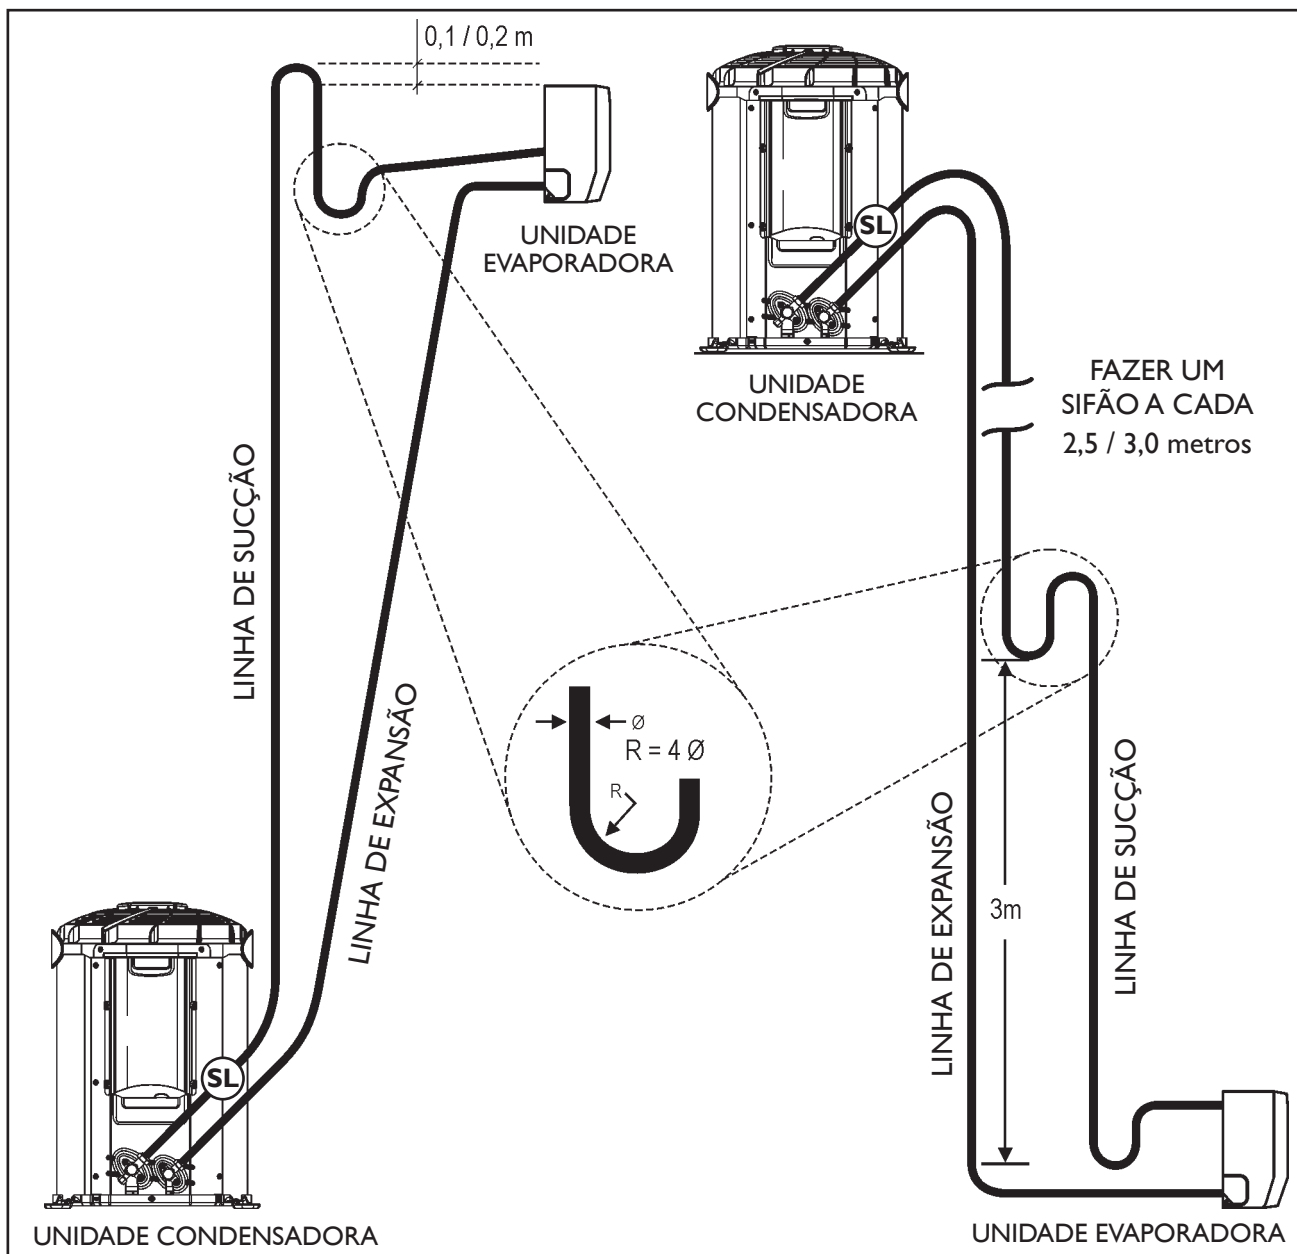

FIGURA 20 - SIFÃO NAS LINHAS DE SUCCÃO
- 4° Inclinær as linhas horizontais de sucção no sentido do fluxo. (Figura 20)
- 6° O procedimento de vácuo deve ser especialmente bem feito; definir a carga de refrigerante através da medição do superaquecimento (ver sub-item 6.8).
Veja o exemplo e a figura 20 apresentados neste item para compreender melhor como fazer o cálculo.
- 2° Elevar a linha de expansão acima da unidade condensadora antes de ir para a unidade evaporadora (0,1m para modelos 38K_07 a 12 e 0,2m para 38K_18 a 38K_30), quando a unidade evaporadora estiver abaixo da unidade condensadora. (Figura 20)
- 3° Elevar a linha de sucção acima da unidade evaporadora antes de ir para a unidade condensadora (0,1m para modelos 38K_07 a 12 e 0,2m para 38K_18 a 38K_30), quando a unidade evaporadora estiver acima ou no mesmo nível da unidade condensadora. (Figura 20)
- 5° Fazer sifões nas subidas da linha de sucção a **cada 2,5 m** para os modelos 38K_07 a 12 e a **cada 3,0 m** para os modelos 38K_18 a 38K_30, incluindo a base (saída da evaporadora). Caso o desnível seja menor que 3m faça apenas na base. (Figura 20)
- 6° Inclinare as linhas horizontais de sucção no sentido do fluxo. (Figura 20)
- 8° O procedimento de vácuo deve ser especialmente bem feito; definir a carga de refrigerante através da medição do superaquecimento (veja sub-item 6.8 neste manual).
Veja a posição conforme a indicação "SL" na figura 20. Em caso de qualquer dúvida, deve-se entrar em contato com o coordenador técnico de pós-venda da sua região.